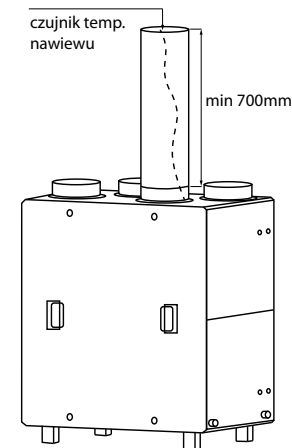

Rys. Nr 3 KCX w pozycji pracy stojącej i wiszącej
Zdjęcie przedniej pokrywy realizuje się poprzez odkręcenie czterech docisków (1). Jednocześnie należy trzymać pokrywę za uchwyty (2) – oznaczenia wg rys. nr 3.
Oznaczenia wg rys. nr 3:
Filtry wyjmuje się po zdjęciu przedniej pokrywy obudowy KCX - odkręcenie czterech zamków (1), jednocześnie trzymając pokrywę za uchwyty(2) – oznaczenia wg rys. nr 3.